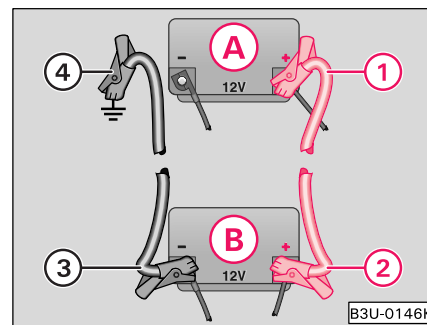

Fig. 180 Ajutorul la pornire cu bateria unui alt autovehicul: A - Bateria descărcată a autovehiculului, B - Bateria care cedează curent.
- Conectați un capăt la polul plus ① ⇒ Fig. 180 al bateriei descărcate ①.
- Conectați celălalt capăt la polul plus ② al bateriei care cedează curent ②.